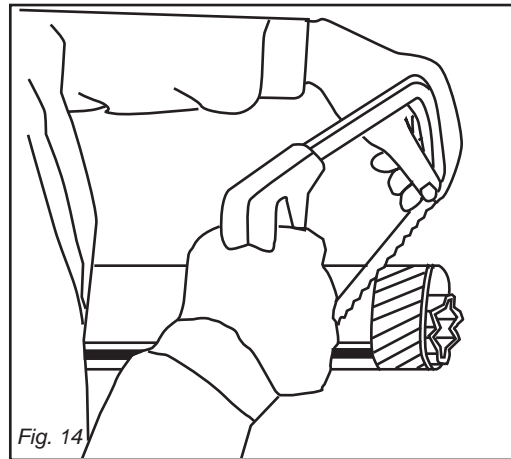
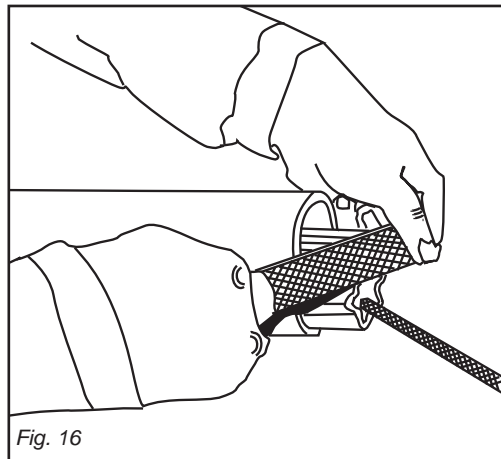
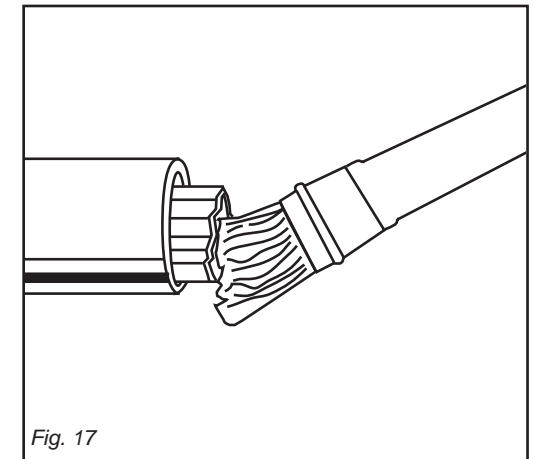

Fig. 14
Fig. 16
Fig. 17
Para ello aumentar o disminuir la longitud de la barra superior del enganche (B Fig. 14) en modo de llevar el eje (X Fig. 14) de la tuerca ranurada de la caja paralela al terreno.
- Accorciare i tubi scorrevoli di una stessa lunghezza (Fig. 14 e 15), sbavare e pulire (Fig. 16) e ingrassare l'interno del tubo esterno (Fig. 17).
- Shorten the sliding tubes by the same extent (Fig. 14 and 15), deburr and trim (Fig. 16), then grease the inside of the outer tube (Fig. 17).
- Raccourcir les tubes coulissant de la même longueur (Fig. 14 et 15), ébavurer et nettoyer (Fig. 16) puis graisser l'intérieur du tube extérieur (Fig. 17).
- Die Gleitrohre um die gleiche Länge (Abb. 14 und 15) kürzen, sie abgraten und reinigen (Abb. 16) und das Innere des Außenrohrs schmieren (Abb. 17).
- Acortar los tubos corredizos en modo uniforme (Fig. 14 y 15), quitar las rebabas y limpiar (Fig. 16) y engrasar dentro del tubo externo (Fig. 17).